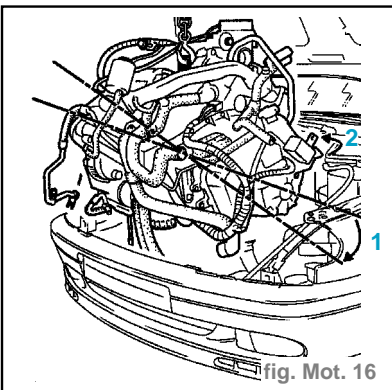

fig. Mot. 16
- À l'aide de la grue d'atelier, sortir l'ensemble moteur - boîte de vitesses suivant la figure ci-dessous (inclinaison (1), puis rotation (2)). (fig. Mot. 16)